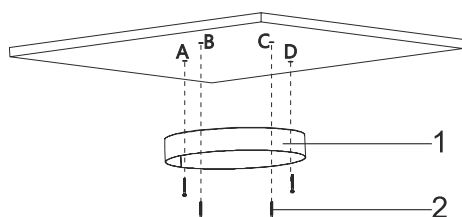

Fig. 11
4. ➔ Montér nu loftbeslaget på loftet med de medfølgende skruer (Fig. 11).